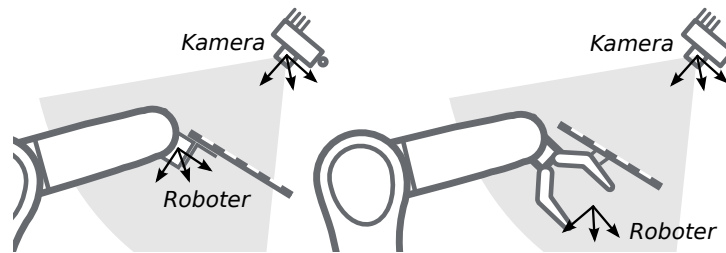

Abb. 6.23: Alternative Montageoptionen für die Befestigung des Kalibrieramusters am Roboter
6.22 und Abb. 6.23 angegeben, angebracht werden.
Bemerkung: Für das Modul zur Hand-Auge-Kalibrierung spielt es keine Rolle, wie das Kalibriermuster in Bezug auf das benutzerdefinierte *Roboter*-Koordinatensystem genau angebracht und positioniert wird. Das bedeutet, dass die relative Positionierung des Kalibrierhalters zu diesem Koordinatensystem weder bekannt sein muss, noch für die Kalibrierroutine relevant ist (siehe in Abb. 6.23).